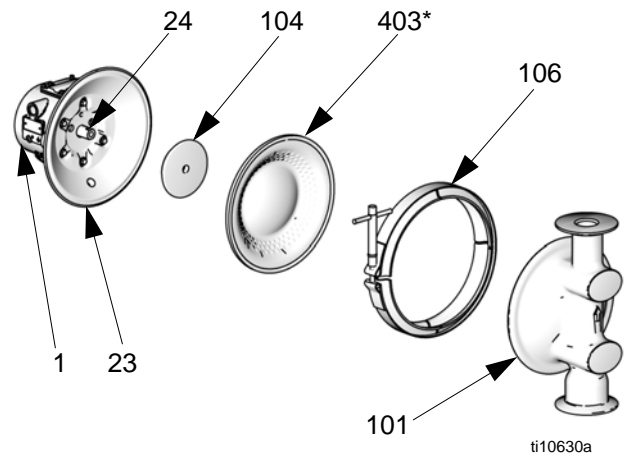

FIG. 12
3. Die Klammern (106) ausbauen, mit denen die Materialdeckel (101) an den Luftventilabdeckungen (23) gehalten werden. Die Materialabdeckungen (101) von der Pumpe abnehmen. Siehe FIG. 12.
5. Die Membranen werden handfest angezogen. Um sie zu lösen, beide Membranen sicher an der Außenkante greifen und entgegen dem Uhrzeigersinn drehen. Eine Membranbaugruppe löst sich und die andere bleibt auf der Welle sitzen. Die gelöste Membran (403) und die Stauscheibe der Luftseite (104) herausnehmen.
6. Die gegenüberliegende Membran-Baugruppe und die Welle (24) aus dem zentralen Gehäuse (1) ziehen. Die Schlüsselflächen an der Welle mit einem 19-mm-Steckschlüssel festhalten und die Membran sowie die Stauscheibe der Luftseite aus der Welle ausbauen.
7. Die Membranwelle (24) auf Verschleiß oder Schleifspuren prüfen. Ist sie schadhafte, die Lager (19) in eingebautem Zustand überprüfen. Sind die Lager schadhafte, siehe Seite Seite 24.
8. Mit einem O-Ring-Haken ins zentrale Gehäuse (1) fassen und in die Rillendichtungen (402) einhaken, dann diese aus dem Gehäuse ziehen. Dies kann bei eingebauten Lagern (19) erfolgen.